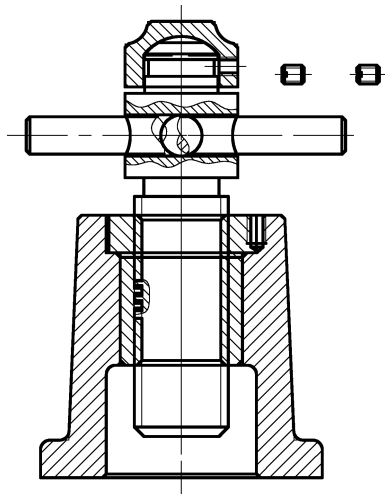

图 11-58 复制螺钉示例
2) 在“QD010 装配图”绘图区,单击“剪贴板”面板→“粘贴”按钮,在指定位置单击鼠标,可以粘贴两次。结果如图 11-58 所示。